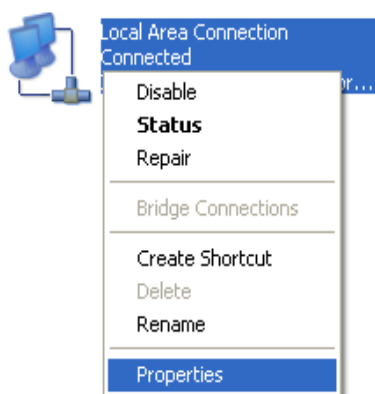

FIG. 14
3. Selezione l'icona per il collegamento di rete che userete per comunicare con il VFD, cliccare con pulsante destro sulla icona, e selezionare proprietà. Vedere FIG. 14.